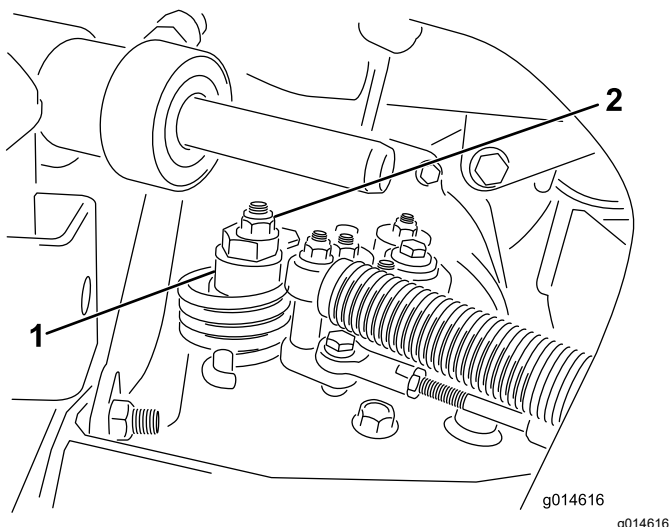

Figura 38
- A. Slăbii piulia care fixează excentricul la partea superioară a hidrostatului (Figura 38).
- C. Rotii excentricul până când mâna nu se micșorează în nicio direcție. Când roata se oprește, strângeți contrapiulița excentricului și reglați (Figura 38). Verificați reglarea cu maneta de accelerație în poziția de deplasare LENTĂ și RAPIDĂ.